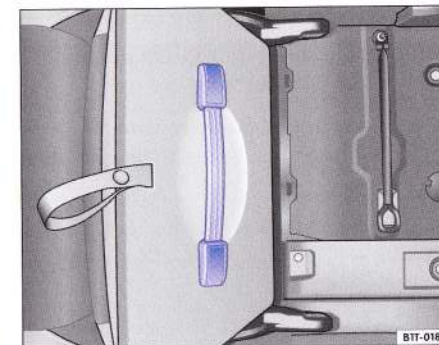

Fig. 67 Scoaterea scaunului de mâner.
- Scoateți scaunul de mâner ⇒ fig. 67 în sus. ◀